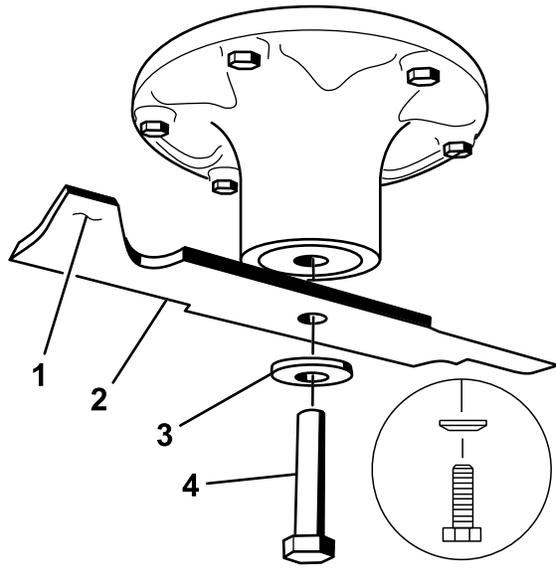

Bild 68
2. Entfernen Sie die Messerschraube, Wellenscheibe und das Messer von der Spindelwelle (Bild 68).
- Setzen Sie das Messer auf die Spindelwelle (Bild 68).
- Setzen Sie die Wellenscheibe (Kappenseite zum Messer) und die Messerschraube ein (Bild 68).